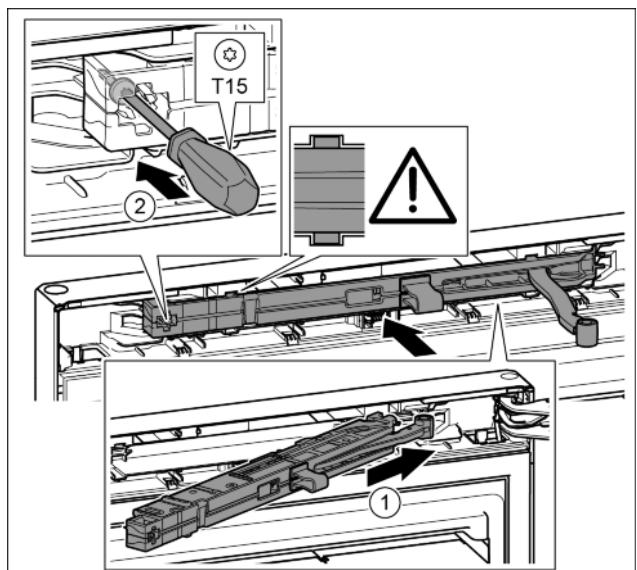

Fig. 20
- ▶ Вставить узел амортизатора со стороны опорного кронштейна в выемку до упора под наклоном. *Fig. 20 (1)*
- ▶ Затянуть винт отверткой T15. *Fig. 20 (2)*